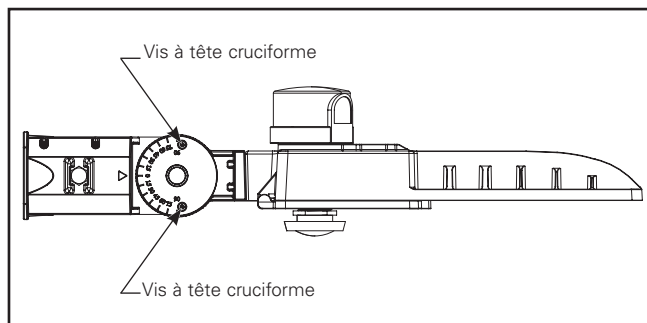

Figure 2.
1. Retirez le couvre-joint de l'adaptateur d'emboîtement du bras de montage à l'aide de deux vis à tête cruciforme et mettez-le de côté (figure 2). Pas besoin de retirer complètement les quatre vis à tête cruciforme, il y a un anneau en caoutchouc sur chaque vis pour la maintenir sur le couvre-joint.
4. Réinstallez le couvre-joint de l'adaptateur d'emboîtement à l'aide de deux vis à tête cruciforme (figure 2).